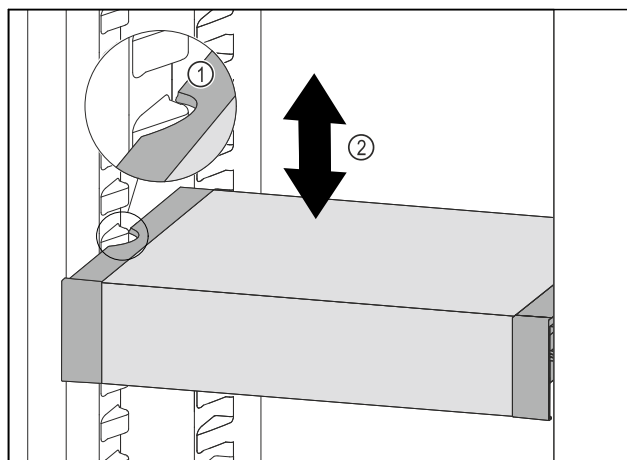

Fig. 209
- Táhněte VarioSafe dopředu, dokud nebudou boční vybrání VarioSafe na úrovni žebrování na nádoby v chladniče. Fig. 209 (1)
- Posouvejte VarioSafe v chladniče nahoru nebo dolů, dokud nedosáhnete požadované výšky. Fig. 209 (2)